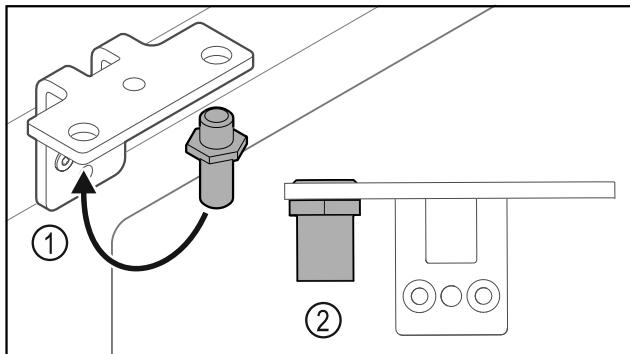

Fig. 27
- Premiestnite čap Fig. 27 (1) v uholníku závesu.
- Utiahnite čap Fig. 27 (2) **utáhovacím momentom 12 Nm**.